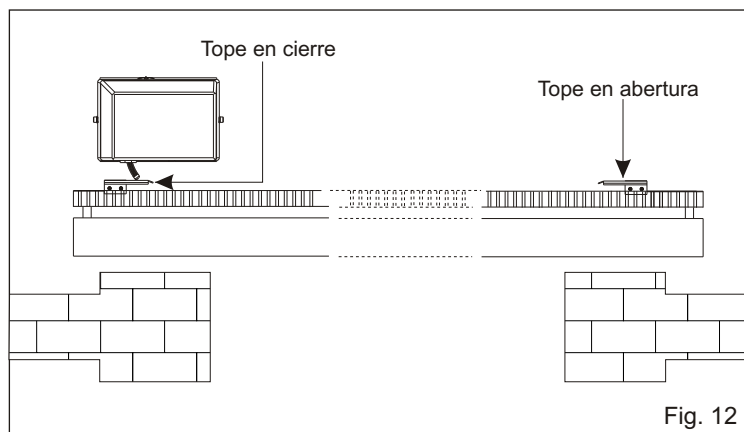

Fig. 12
**6.1.** Para instalar y regular los tope en apertura, seguir las instrucciones debajo indicadas (Fig. 12):
**6.2.** Para instalar y regular los tope en cierre, seguir las instrucciones debajo indicadas (Fig. 12):